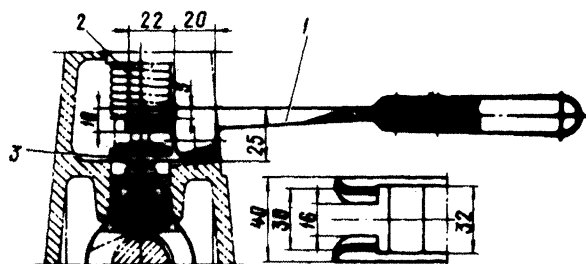
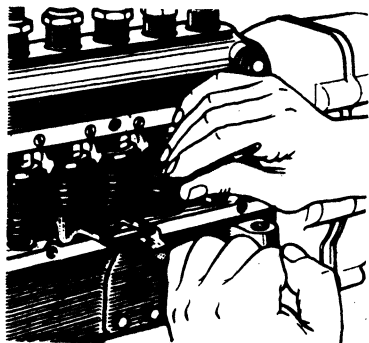

Рис. 81. Рычаг для снятия тарелки толкателя:
Рис. 82. Снятие тарелки толкателя
- 2) при помощи специального рычага (рис. 81) сожмите пружину толкателя и пинцетом извлеките нижнюю тарелку толкателя (рис. 82);